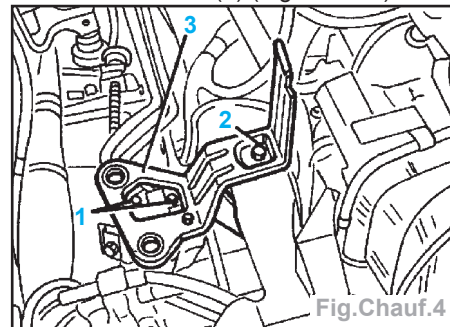

Fig.Chauf.4
- Desserrer les vis (1) (Fig.Chauf.4).